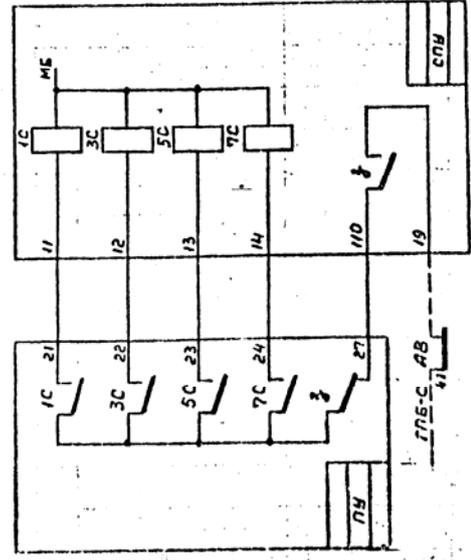

Рис. 2 Трансляция задания ГАЦ
- в системе ГАЦ (ЦНИИ) включить контакт реле АВ в цепь возбуждения сортировочных реле блока трансляции стрелочного участка (Рис.2);